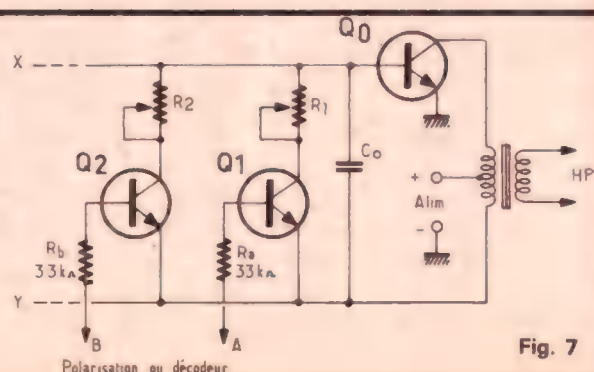
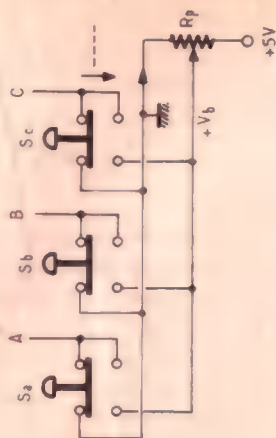
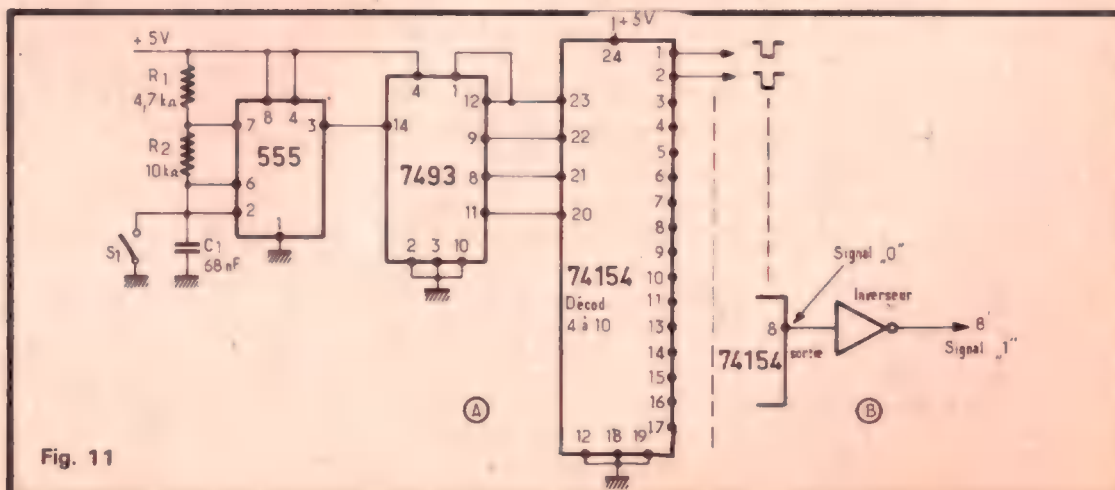

Fig. 7
Fig. 8
Fig. 11
Laisser  $S_1$ , pousser  $S_2$  et accorder avec  $R_2$  sur la suivante de la gamme tempérée. Procéder de la même manière avec les circuits suivants. Dans ce genre de réalisation,  $R_1$  à  $R_n$  seront des résistances ou des potentiomètres ajustables. Les boutons  $S$  seront choisis selon n'importe quelle présentation par exemple : touches de piano (vrai ou jouet) touches d'instruments-jouets à vent, boutons de sonnerie, interrupteurs électriques de toutes sortes, à position de repos. Plus évolué encore, est le montage de la figure 7 qui commence toutefois à ne plus être aussi simple et aussi économique que les deux précédents.
Nous proposons celui indiqué à la figure 8. Chaque fois que l'on pousse une touche, par exemple  $S_a$ , le contact entre le point A relié par  $R_a$  à la base de  $Q_1$ , est établi et le transistor devient conducteur.
A la figure 9, on a représenté un montage plus compliqué mais encore facile à essayer. Au lieu de recourir aux touches proposées par nous, à la figure 8, l'auteur, Savage, préconise l'emploi d'un décodeur 74154 bien connu de tous les expérimentateurs pour sensibiliser les transistors du montage de la figure 7.
Pour attaquer le dispositif de la figure 7, il faut inverser les sens des impulsions de sortie. A cet effet, on dispose de circuits intégrés comme le 7404 qui contient six inverseurs dans un même boîtier. Pour 16 inverseurs, on utilisera trois 7404.
Noter toutefois que l'on peut monter en inverseurs, des NAND comme le 7400 qui contient dans son boîtier quatre NAND à deux entrées chacun. Il suffira de réunir les deux entrées pour avoir un inverseur comme indiqué à la figure 10. Lorsqu'on possède des inverseurs et des NAND on peut modifier le montage de la figure 9 comme indiqué à la figure 11 A. La présence des NAND permet la répétition d'une même note sur plusieurs tops, voisins ou non. Les sorties des inverseurs 7404 et des NAND 7400, donneront toujours des impulsions positives. On branchera, ces sorties aux points A, B, C... (16 points en
tout), du montage de la figure 7.
En (B) de la figure 11 on a indiqué le montage d'un inverseur à chaque sortie.
Revenons maintenant au montage du décodeur de la figure 9 et considérons sa sortie qui peut être réalisée également avec le montage de 74154 de la figure 11. Lorsque les sorties 2 et 3 sont activées, on obtiendra des tops positifs aux sorties des inverseurs qui sensibiliseront les transistors de commutation de la figure 7.
Les montages à générateur-horloge, comme celui de la figure 11, peuvent convenir pour réaliser des alarmes, des avertisseurs ou, plus simplement des carillons perfectionnés reproduisant des mélodies de seize notes dont quelques-unes pourront se reproduire deux ou plusieurs fois par le procédé permis par les NAND.
De cette manière on économisera, dans le montage de la figure 7, quelques circuits de note comme, par exemple, celui composé de  $R_1$ ,  $Q_1$  et  $R_0$ .